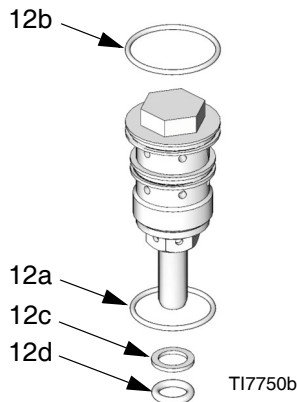

FIG. 13. Detalhe da válvula de gatilho original
4. Consulte FIG. 13. Desapertar as válvulas de gatilho (12). As juntas pequenas (12c, 12d) não devem sair com as válvulas de gatilho. Devem ser removidas da tampa superior (1) ou da inferior (3).
6. Lubrificar as válvulas de gatilho (12) e reinstalar a tampa superior (1) e a inferior (3). Apertar com um momento de aperto de 40,6-48,8 N•m (30-36 pés-lb).